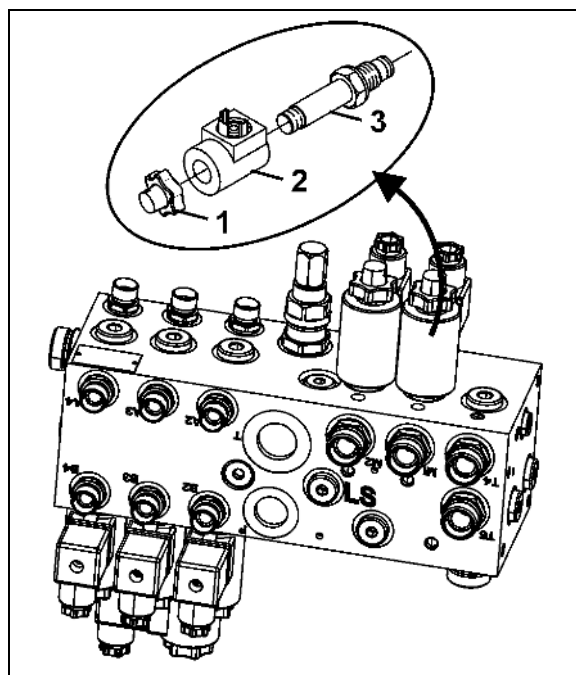

Fig. 59
2. Skru magnetkappen af (Fig. 59/1)
3. Fjern magnetspolen (Fig. 59/2)
4. Skru ventilstangen ud (Fig. 59/3) med ventilsæderne, og rengør med trykluft eller hydraulikolie.